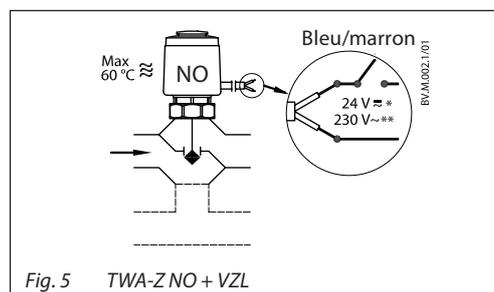

Fig. 5 TWA-Z NO + VZL
- en état non excité, le passage A-AB de la vanne est fermé (fig.5)